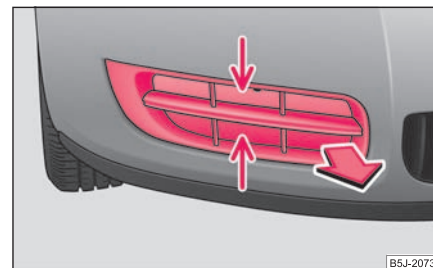

Fig. 201 Bara de protecție față: Grilajul protector
- Apucați grilajul de locurile marcate cu săgeți și scoateți-l ⇒ pagina 209, fig. 201.